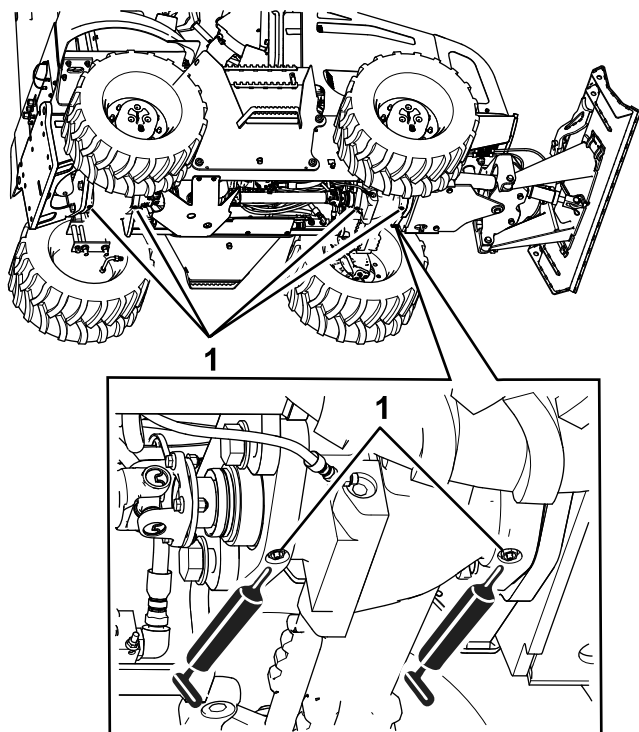

Figure 61
3. Raccordez une pompe à graisse aux graisseurs des pivots d'inclinaison d'essieu avant et arrière, et injectez 2 ou 3 jets de graisse dans chaque graisseur (Figure 61).